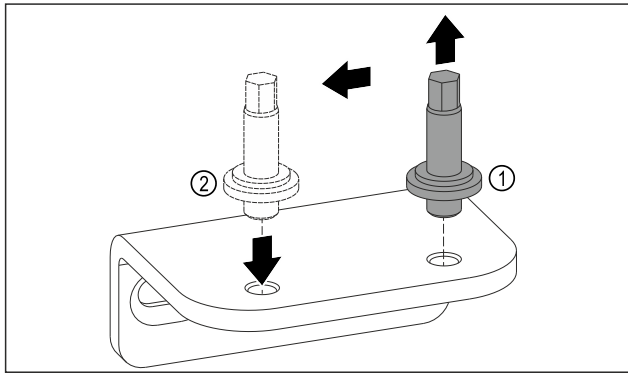

Fig. 20
- Svitare il perno del blocco inferiore di supporto con una chiave a esagono SW5. Fig. 20 (1)
- Inserire il perno sul lato opposto. Fig. 20 (2)